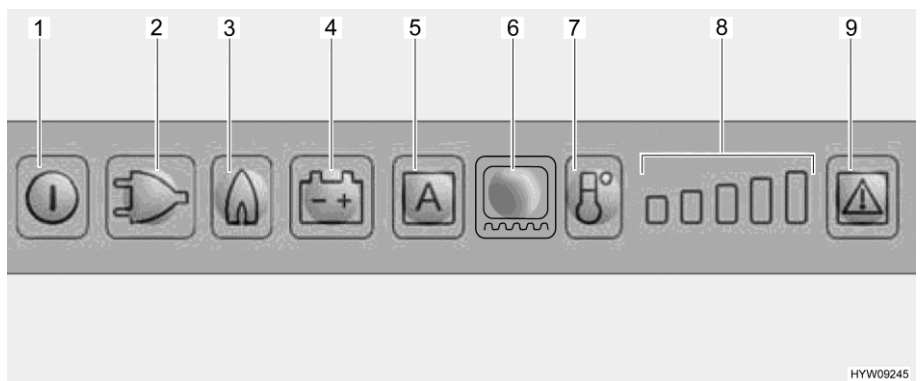

Fig. 240 Quadro comandi LED (frigorifero Dometic)
Selezionando il funzionamento a gas, il dispositivo di sicurezza si apre automaticamente, così che il gas possa fluire al bruciatore. Contemporaneamente si inserisce l'accenditore elettronico. Se la fiamma del gas si spegne, ad es. a causa di un colpo di vento, l'accenditore viene subito azionato riaccendendo il gas. In caso di guasto del funzionamento a gas, i tasti luminosi relativi a gas (Fig. 240,3) e guasto (Fig. 240,9) lampeggiano e viene emesso un segnale acustico per 20 secondi.
- Premere il tasto On/Off (Fig. 240,1) per circa 2 secondi. Il frigorifero si accende e viene visualizzato l'ultima modalità di funzionamento selezionata.
- Premere il tasto luminoso per il tipo di funzionamento desiderato (Fig. 240,2 - 4) o la modalità automatica "AES" (Fig. 240,5) (solo per versione AES).
- Regolare la temperatura di refrigerazione con il tasto di del livello di refrigerazione (Fig. 240,7). L'indicazione del livello di refrigerazione (Fig. 240,8) mostra la regolazione sul termostato.
- Premere il tasto On/Off (Fig. 240,1) per circa 2 secondi.
Dopo l'accensione il frigorifero seleziona automaticamente la regolazione intermedia del termostato. Questa regolazione può essere modificata manualmente tramite il tasto del livello di refrigerazione (Fig. 240,7). Ci vogliono alcune ore prima che il frigorifero raggiunga la temperatura normale di esercizio. Quando si commuta a un'altra modalità di funzionamento, la regolazione sul termostato viene mantenuta.
- Accendere il riscaldamento del telaio per 2 ore: Premere una volta il tasto luminoso per il riscaldamento del telaio (Fig. 240,6). Sull'indicazione del livello di refrigerazione (Fig. 240,8) si accende una barra.
- Accendere il riscaldamento del telaio per 5 ore: Premere due volte il tasto luminoso per il riscaldamento del telaio (Fig. 240,6). Sull'indicazione del livello di refrigerazione (Fig. 240,8) si accendono due barre.
- Regolazione del riscaldamento del telaio ad esercizio continuo: Premere tre volte il tasto luminoso per il riscaldamento del telaio (Fig. 240,6). Sull'indicazione del livello di refrigerazione (Fig. 240,8) si accendono tre barre.
L'indicazione del livello di refrigerazione (Fig. 240,8) indica per alcuni secondi la durata di esercizio del riscaldamento del telaio.
In caso di guasto, il tasto luminoso Guasto (Fig. 240,9) lampeggia. Lampeggia inoltre uno dei tasti luminosi della modalità di funzionamento o l'indicazione del livello di refrigerazione. Viene emesso anche un segnale acustico. Per le note sulla visualizzazione degli errori e la loro eliminazione, vedi capitolo 15.
- ▷ Dopo aver eliminato un guasto del funzionamento a gas, premere il tasto luminoso Reset (Fig. 240,9).